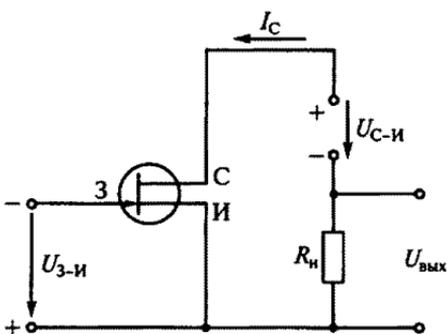

Рис. 186
7.25. Как изменится ток I_C стока при увеличении напряжения $U_{3-И}$ на затворе З полевого транзистора (рис. 186) относительно истока И?